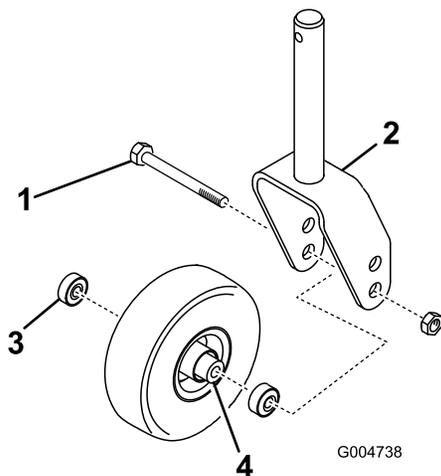
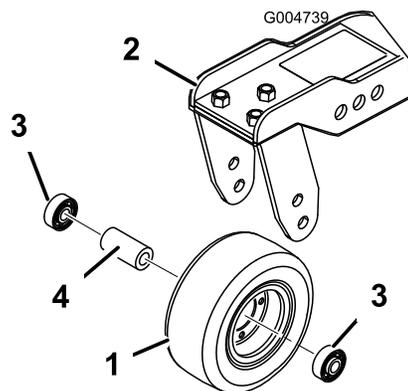

Figura 77
Figura 78
- Togliete il dado di bloccaggio dal bullone che fissa il gruppo ruota orientabile alla forcella (Figura 77) o al braccio di rotazione (Figura 78). Afferrate la ruota orientabile ed estraete la vite a testa cilindrica dalla forcella o dal braccio di rotazione.
- Togliete il cuscinetto dal mozzo della ruota e lasciate cadere il distanziale del cuscinetto (Figura 77 e Figura 78). Togliete il cuscinetto dalla parte opposta del mozzo della ruota.